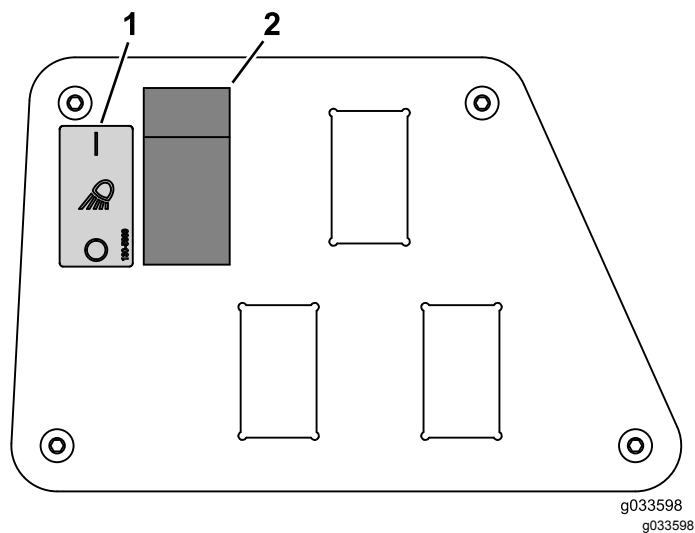

图 16
7. 拔下插头盖将开关总成插入面板开口直至固定图 16。
8. 如 图 16 所示将标贴粘贴到面板上。